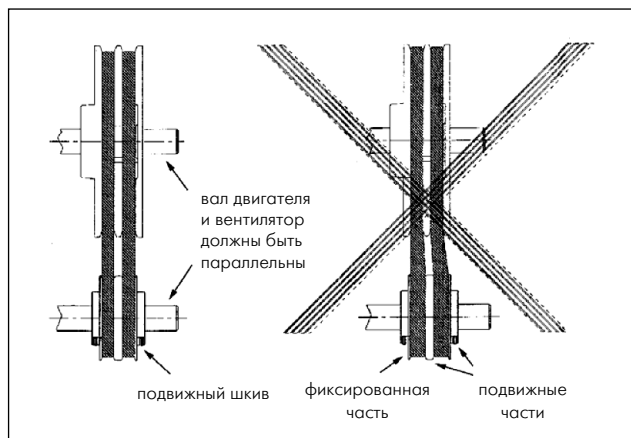

Рис. 9. Регулировка шкива.
- 2) Ослабьте установочный винт подвижной части шкива (см. рисунок 9).